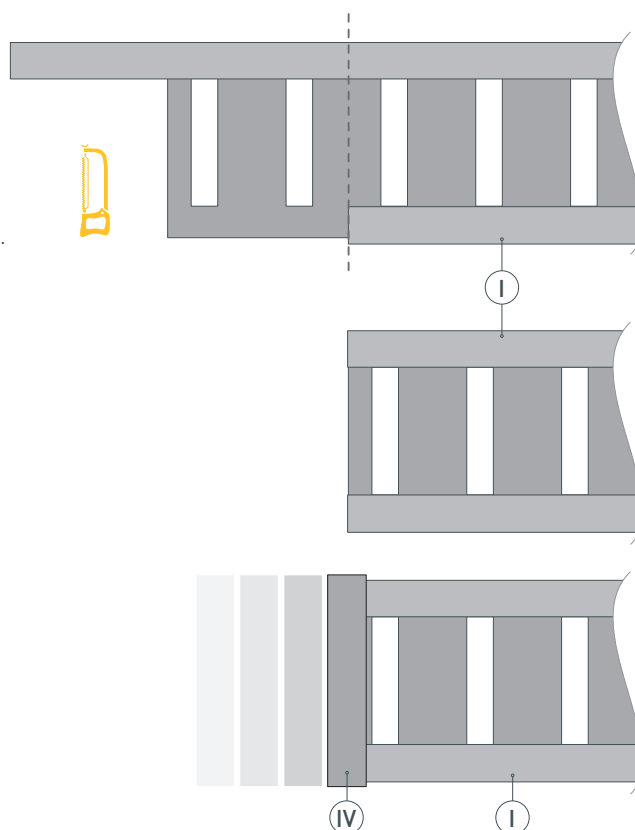

Рис. 4. Обрезка лишних частей профиля ① и установка заглушки. Вид сверху
- 3** / При помощи ножовки по металлу уберите лишние части внутреннего профиля и внешних стенок, которые образовались при создании дуги на том конце профиля ①, где не установлена заглушка, чтобы все части конструкции шли вровень, как показано на рис. 4. Установите на профиль ① вторую заглушку ④.